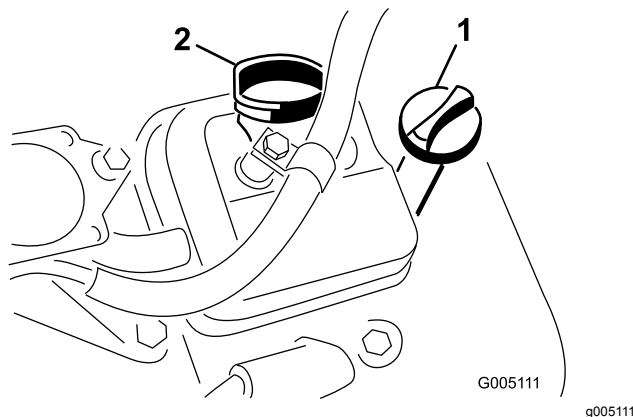

Figura 29
3. Inserite l'asta di livello nel relativo tubo e avvitatela nel tubo (Figura 29).